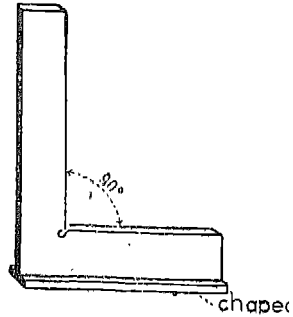
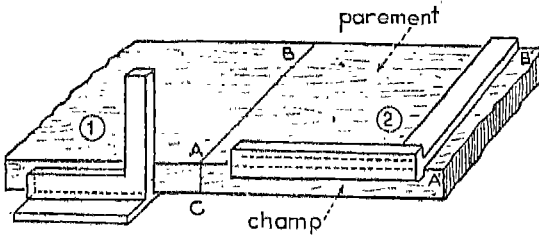

Fig. 8. — Equerre à chapeau.
Fig. 9. — Tracé de perpendiculaires — telles que AD, AC, perpendiculaires à AA' — à l'aide d'une équerre à chapeau.
b) *Equerre à chapeau* (fig. 8). C'est une équerre simple à 90° dont la petite branche porte extérieurement une règle plate : c'est le chapeau, fixé par des vis à métaux. Elle est commode pour le tracé de perpendiculaires à un bord rectiligne (fig. 9).